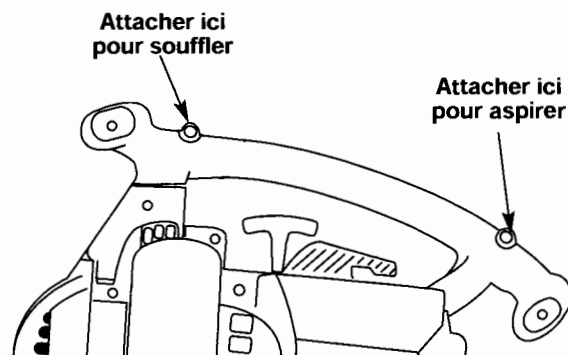

Fig. 8
3. Encliquez le clip dans le support de fixation à l'avant ou à l'arrière de la poignée. Attachez à la partie antérieure de la poignée lorsque vous servez de la machine dans sa configuration souffleur, et attachez à la partie postérieure de la poignée lorsque vous vous servez de la machine en configuration aspirateur (Fig. 8).